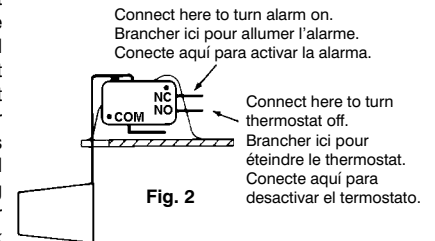

Fig. 2
- Safety switch:** The safety overflow switch should be connected to a class II low voltage circuit. To control a thermostatic circuit the COM and NO connections from the safety switch are to be wired in series with the low voltage thermostat circuit to shut down the heating/AC circuit. The COM and NC switch contacts may be used to actuate a low voltage alarm circuit (connected in series) if the heating/cooling system can not be disrupted. The safety switch comes from the factory with leads connected to the COM and NO switch terminals. Typical hook-up of "NC" circuits would be (Figs. 2 & 3).
3. Disjoncteur-Le disjoncteur de débordement doit être connecté à un circuit à basse tension de catégorie II. Pour commander un circuit thermostatique, les connexions COM et NO de l'interrupteur de sécurité doivent être branchées en série avec le circuit basse tension du thermostat; il est alors possible de couper le système de chauffage/climatisation. Si une telle coupure n'est pas désirée, les contacts COM and NO peuvent aussi être utilisés pour activer une alarme de faible tension (branchée en série). L'interrupteur de sécurité a été réglé en usine avec des fils raccordés aux bornes COM et NO. L'assemblage typique de circuits 'NC' serait (Fig. 2 & 3).
3. **Interruptor de seguridad:** el interruptor de seguridad de exceso sobre la capacidad, debe encontrarse conectado a un circuito de bajo voltaje de la clase II. Para controlar un circuito termostático, las conexiones COM y NO del interruptor de seguridad tienen que ser conectadas en serie con el circuito del termostato de bajo voltaje, para que apague el sistema de calefacción/aire acondicionado. Los contactos COM y NC del interruptor pueden usarse para activar un circuito de bajo voltaje de alarma (conectado en serie), si el sistema de calefacción/aire acondicionado no puede ser interrumpido. El interruptor de seguridad se suministra desde la fábrica con los cables conectados a los bornes COM y NO del interruptor. El prototipo de la conexión de los circuitos abiertos, sería (Fig 2 & 3).